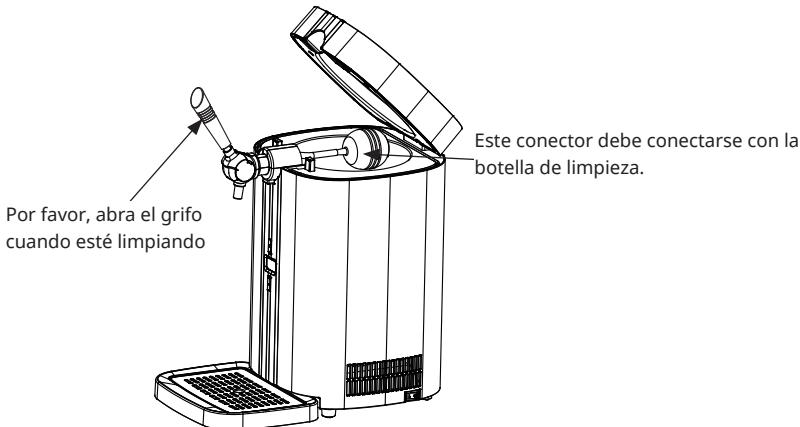

Figura 20
2. Limpie la botella sacando el agua caliente por el extremo del conector de salida, apretando repetidamente hasta que esté limpia (al menos tres botellas de agua caliente); el grifo debe estar abierto durante la limpieza (figura 20).